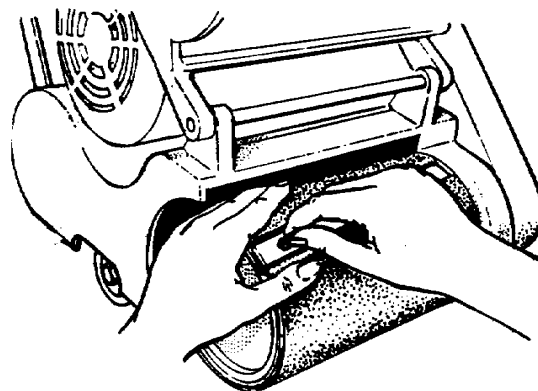

Рисунок 8
6. Для установки абразива на шлифовальный барабан, который оборудован пружинным зажимом: отпустите винты на пружинном ажме при помощи монеты. Не снимайте винты или зажим с шлифовального барабана. Вставьте край абразива под зажим. Поверните шлифовальный барабан, чтобы намотать абразив вокруг барабана. Вставьте другой край абразива под зажим. Отцентрируйте абразив и уберите любое провисание абразива. Затяните винты на пружинном зажиме. Закройте крышку барабана. См. рис. 8.